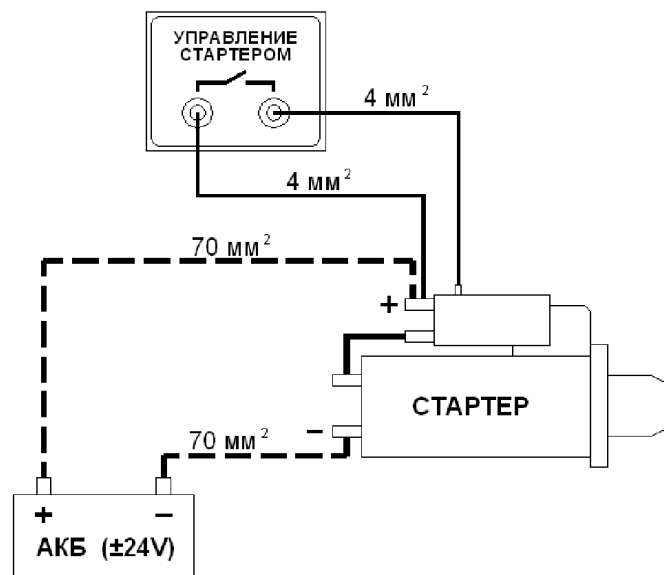

Рисунок 4. Подключение стартера двигателя
4.4. Подключить стартер двигателя изолированными проводами согласно рис. 4.